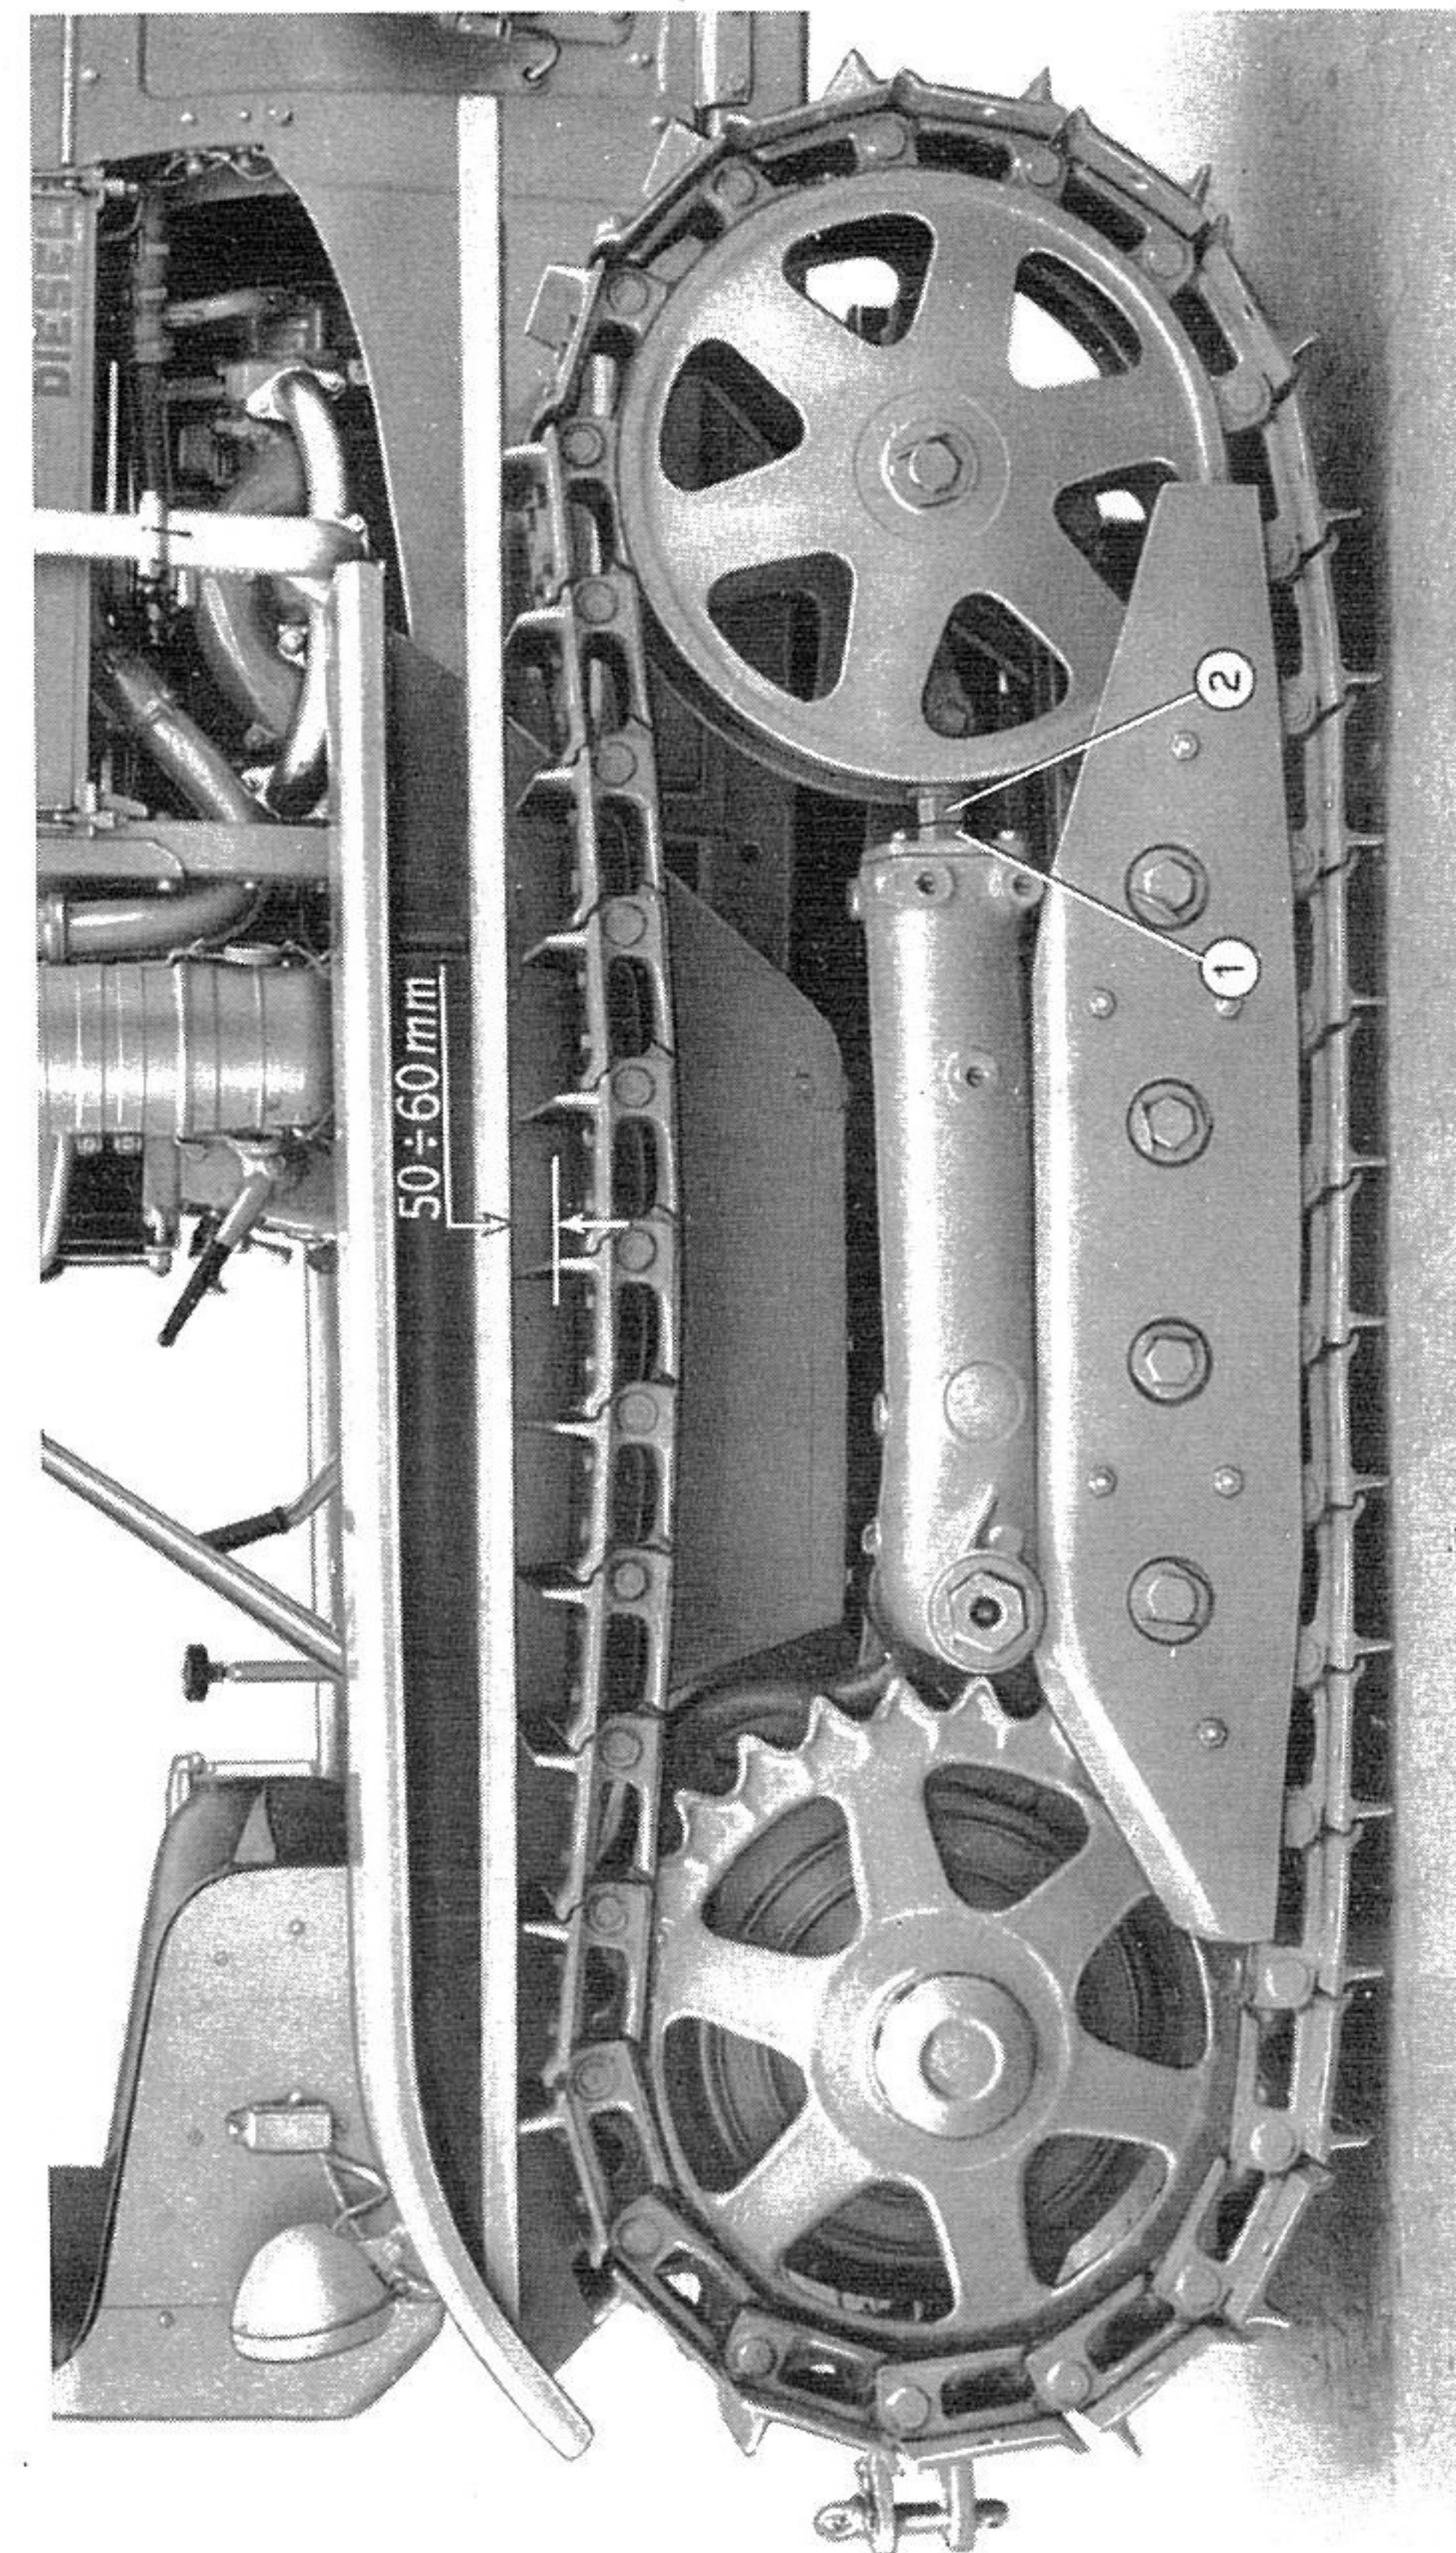

Fig. 48. - Réglage des chenilles.
La chenille ne doit pas être trop tendue: sa tension est normale quand la flèche du brin supérieur de la chaîne a une valeur de 50 à 60 mm (fig. 48).
- Desserrer le contre-écrou (2, fig. 48) de retenue du manchon de réglage de tension de la chenille.
- Visser ou dévisser le manchon (1) de réglage de tension de la chenille; on obtient de cette façon le déplacement de la roue tendeuse, donc la tension plus ou moins forte de la chenille même.
- Ramener la chenille à la tension correcte, revisser le contre-écrou (2) afin de bloquer le manchon.